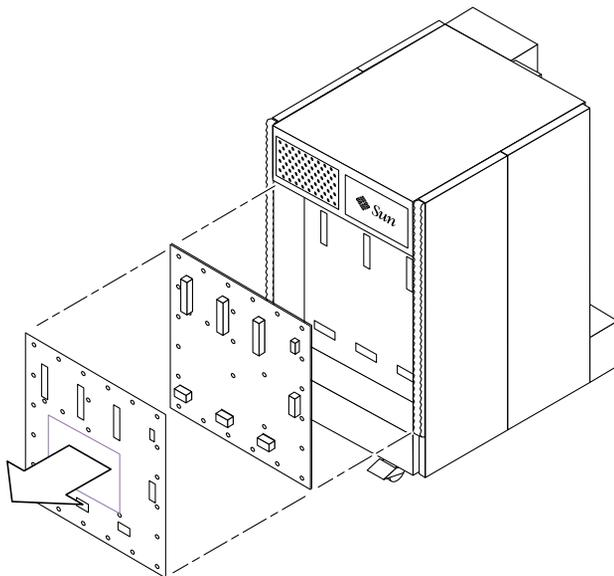

図 11-20 センタープレーンおよび絶縁体の取り外し — Sun Fire E4900 システム
13. 絶縁体およびセンタープレーンを同時に取り外します (図 11-20)。
2. 内側のフランジにある 3 本のガイドピンで、絶縁体およびセンタープレーンの位置を調整します (図 11-20)。